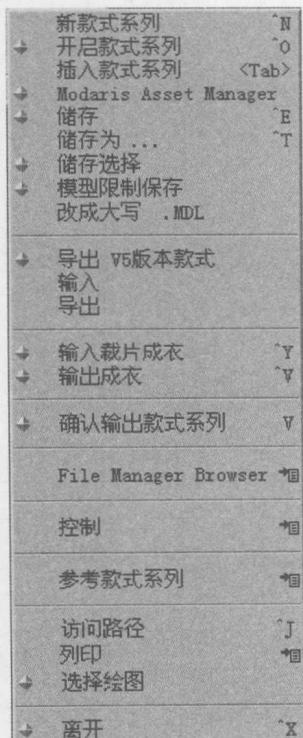

图 1-2
(1) 【档案】主要有新款式系列、开启款式系列、插入款式系列以及储存等菜单，如图 1-2 所示。